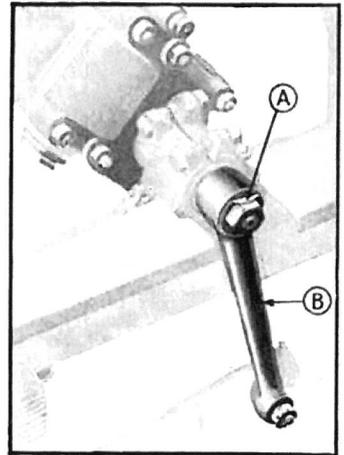

Fig. 226. — Levier de direction.
- 3—Défreiner et dévisser l'écrou fixant le levier sur l'axe du secteur (fig. 226). Enlever le levier de direction.